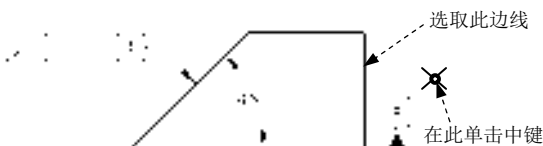

图 5.6.28 定义公差参照 (二)
Step3. 定义公差参照。在 **参考** 区域的 **类型** 下拉列表中选择 **曲面** 选项，选取图 5.6.28 所示的面（边线）为公差参照。
(1) 在对话框中 **放置** 区域的 **类型** 下拉列表中选择 **法向引线** 选项，在弹出的 **LEADER TYPE (引线类型)** 菜单中，选择 **Arrow Head (箭头)** 命令。
(2) 在系统 **选择多边, 尺寸界线, 坐标系, 轴心, 多个轴线, 曲线, 顶点 或截面图元。** 的提示下，选取图 5.6.28 所示的边线。
(3) 在图 5.6.28 所示的位置单击中键，放置“垂直度”公差。